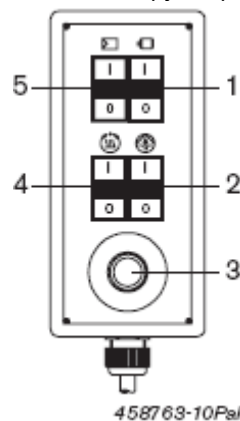

Рис. 83. Пульт управления стенда для проверки топливных насосов высокого давления (EPS):
2. Включите преобразователь частоты переменного тока и насос для проверочного масла на пульте управления EPS (стенда для проверки топливных насосов высокого давления) (рис. 83, поз. 5).